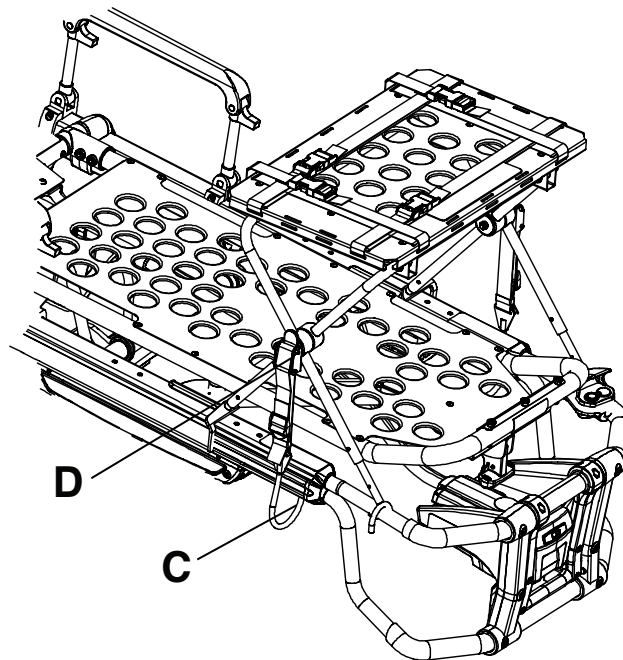

Rysunek 25 – Rozłożone nóżki podstawki pod defibrylator
2. Otwórz i rozłóż nóżki podstawki pod defibrylator (Rysunek 25).